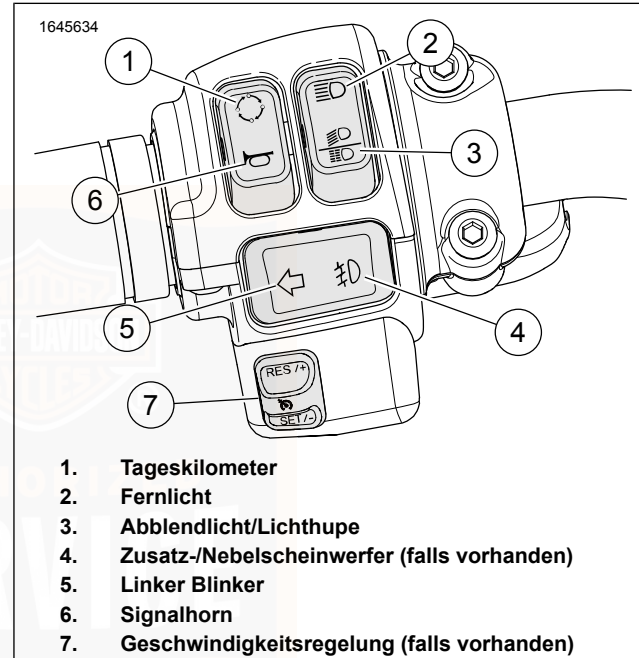

Abbildung 31. Linkes Schaltermodul
Siehe Abbildung 31. Durch den Tageskilometerschalter (1) wird der Tageskilometerzähler aktiviert. Der Tageskilometerschalter wird auch zum Blättern durch die optionalen Bildschirme der Kilometerzähleranzeige verwendet. Wenn die Zündung AUSGESCHALTET ist, kann über den Tageskilometerschalter die Zeit- oder Kilometerzähleranzeige aufgerufen werden. Siehe Tabelle 34.
Siehe Abbildung 31. Den Fernlichtschalter (2) drücken, um das Fernlicht einzuschalten. Das Aufleuchten der blauen Kontrollleuchte für Scheinwerfer-Fernlicht zeigt an, dass das Fernlicht betätigt ist. Siehe Tabelle 34.
Abblendlicht: Siehe Abbildung 31 . Den unteren Teil des Schalters (3) drücken, um das Abblendlicht einzuschalten.
Siehe Abbildung 31. Der Geschwindigkeitsregelungsschalter (7) wird an entsprechend ausgestatteten Fahrzeugen zur Geschwindigkeitsregelung verwendet. Siehe Geschwindigkeitsregelung (Seite 122) . für einen detaillierten Betrieb.
Siehe Abbildung 31. Drücken Sie auf den Zusatz-/Nebelscheinwerfer-Schalter (4), um die Zusatz-/Nebelscheinwerfer einzuschalten. Siehe Tabelle 34
Aktivieren: Siehe Abbildung 31 . Den linken Blinkerschalter (5) zur Aktivierung des linken Blinkers betätigen. Siehe Tabelle 34.
Siehe Abbildung 31. Das Signalhorn wird über den